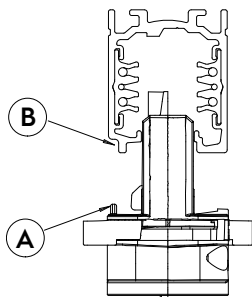
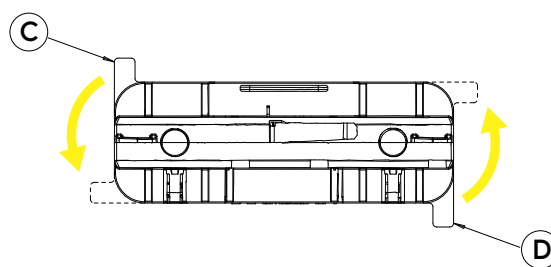

Fig. 3 Chiave meccanica
Fig. 4 Rotazioni camme
Inserire l'adattatore nel binario, in modo tale che la chiave meccanica (A) dell'adattatore si trovi con lo scarico (B) presente sul binario (fig.3). Ruotare le leve delle due camme (C e D) di circa 90°, assicurandosi di arrivare nella loro posizione di blocco (fig.4).